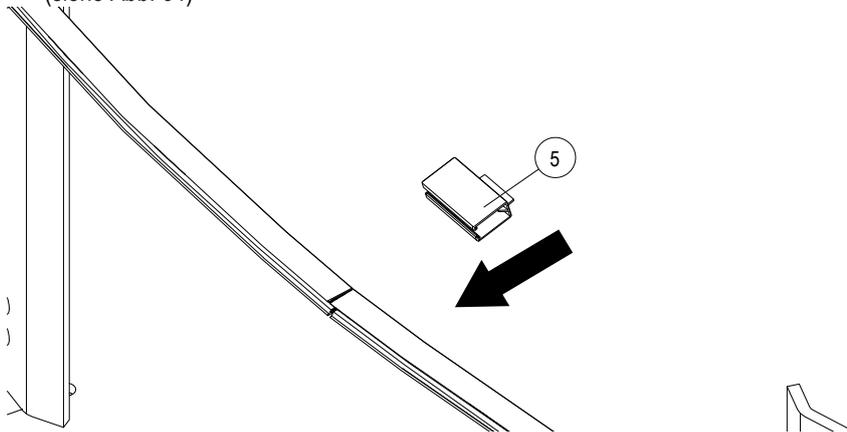
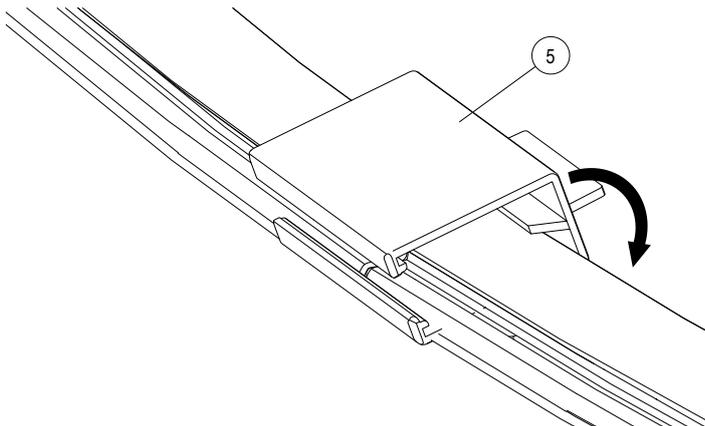
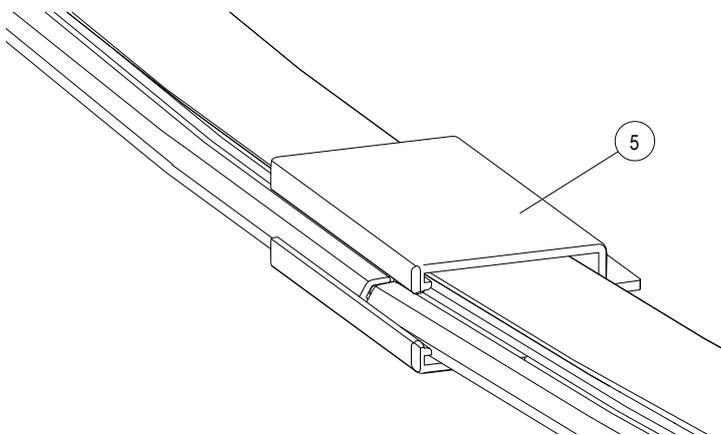

Abb. 62: Verbinderkappe (Pos. 5) von hinten aufschieben
Abb. 63: Verbinderkappe (Pos. 5) in das Isolierprofil einhängen
Abb. 64: Die Verbinderkappe (Pos. 5) ist vollständig auf dem Isolierprofil montiert
→ Die Verbinderkappe (Pos. 5) von hinten über das Isolierprofil schieben (siehe Abb. 62), um die Verbinderkappe (Pos. 5) in das Isolierprofil einzuhängen (siehe Abb. 62 und Abb. 63). Die Verbinderkappe (Pos. 5) muss das Isolierprofil vollständig umschließen (siehe Abb. 64)
- Die Verbinderkappe von hinten über die Verbinderstelle schieben und in das Isolierprofil einhängen (siehe Abb. 62 bis Abb. 64).